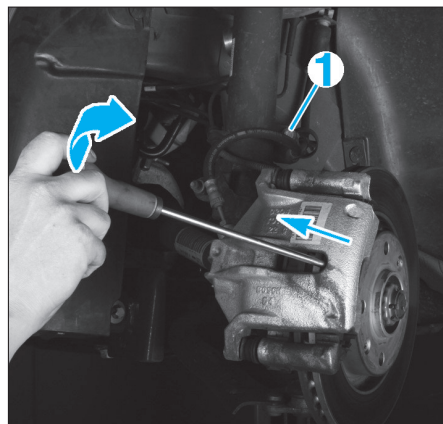

FIG. 1
- la vis de fixation du flexible de frein sur l'amortisseur en (1) (Fig.1).